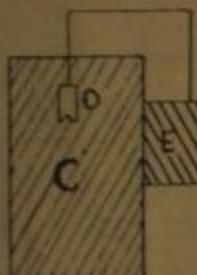

FIG. 199
- La carga (C)
- El detonante (D)
- El mecanismo de encendido (E). Ver Fig. 199